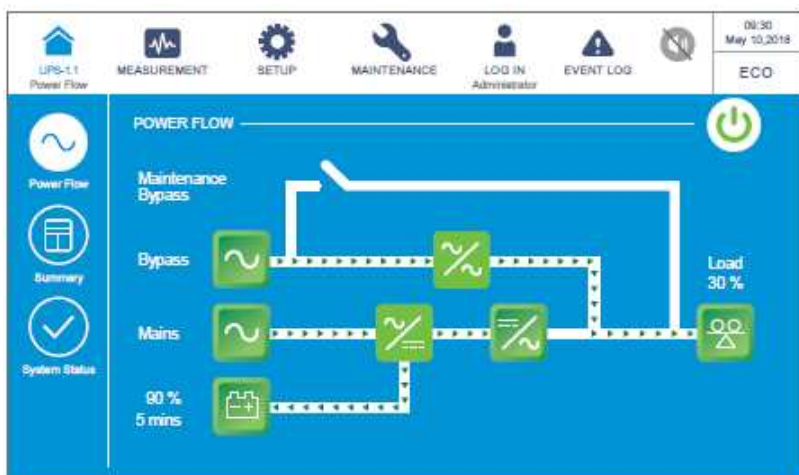

Рисунок 6-26: Экран ECO-режима
- 11 После выбора **YES** (ДА) для включения инвертора ИБП силовые модули запускаются и выполняют самопроверку. В это же время система начинает синхронизацию с байпасным источником переменного тока. После завершения самопроверки ИБП автоматически перейдет в режим двойного преобразования. После того, как система подтвердит, что байпасное напряжение в норме, ИБП автоматически переключится в ECO-режим, чтобы обеспечить подачу питания с байпасного источника переменного тока (см. **Рисунок 6-26**). В этот момент трехцветный светодиодный индикатор загорится зеленым и появится следующий экран. Расположение трехцветного светодиодного индикатора см. на **Рисунке 2-12**.